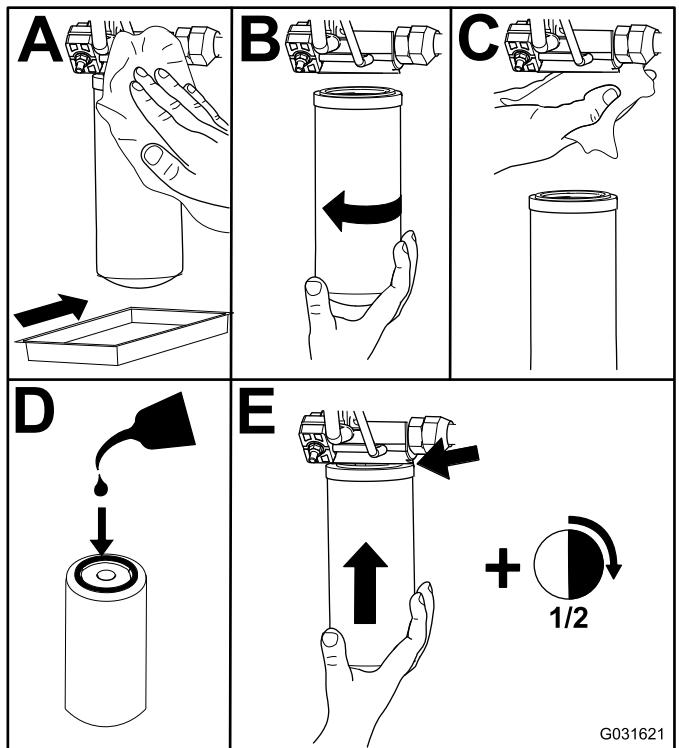

Figure 97
2. Remplacez les filtres hydrauliques (Figure 97).